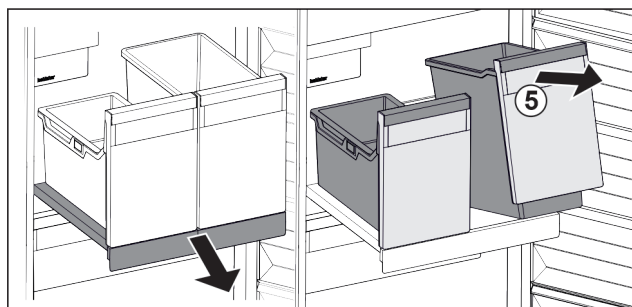

Fig. 28
- ▶ Nadvihnite nádobu Fig. 28 (5) vpredu.